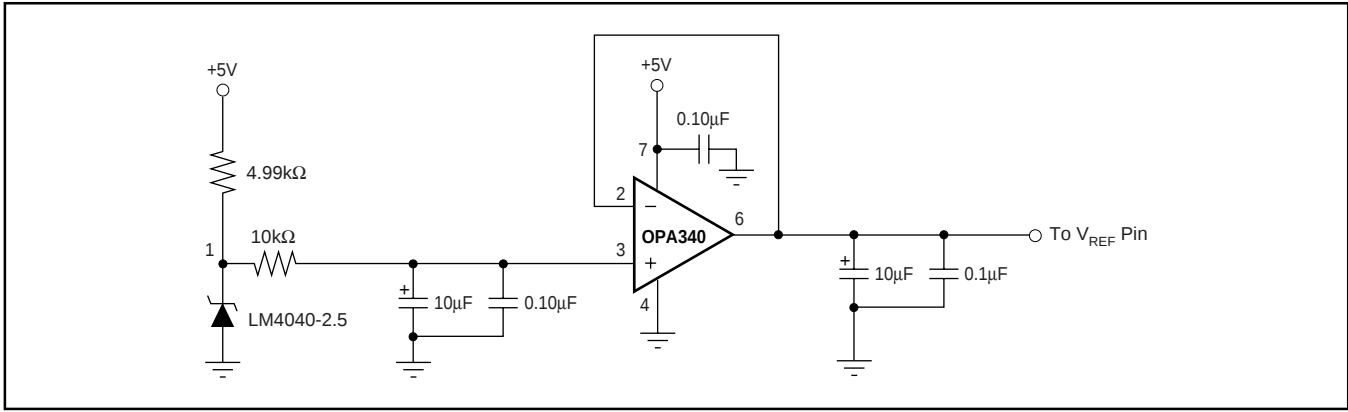

図2. DAC1220の低雑音動作のために推奨される外部電圧リファレンス回路
2.5Vのリファレンス入力電圧を直接 V_{REF} に接続することができます。リファレンス電圧を高くすると、フルスケール・レンジは電源電圧まで増加しますが、コンバータの内部回路の雑音はほぼ一定に保たれます。DAC1220の推奨されるリファレンス回路を図2に示します。